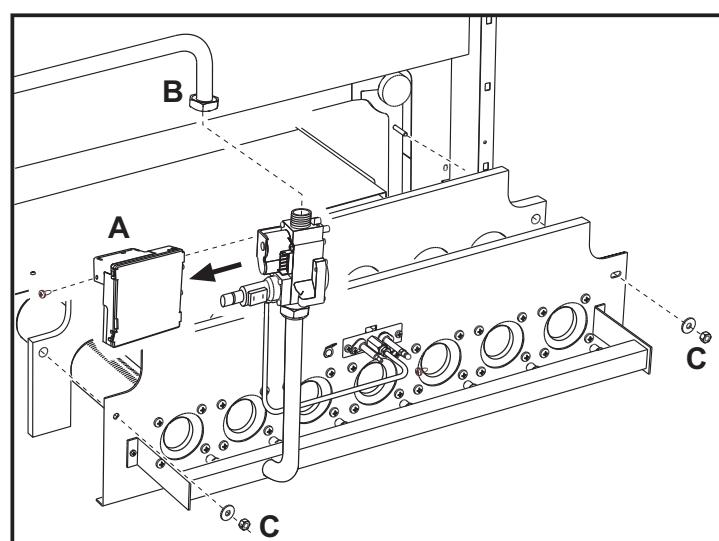
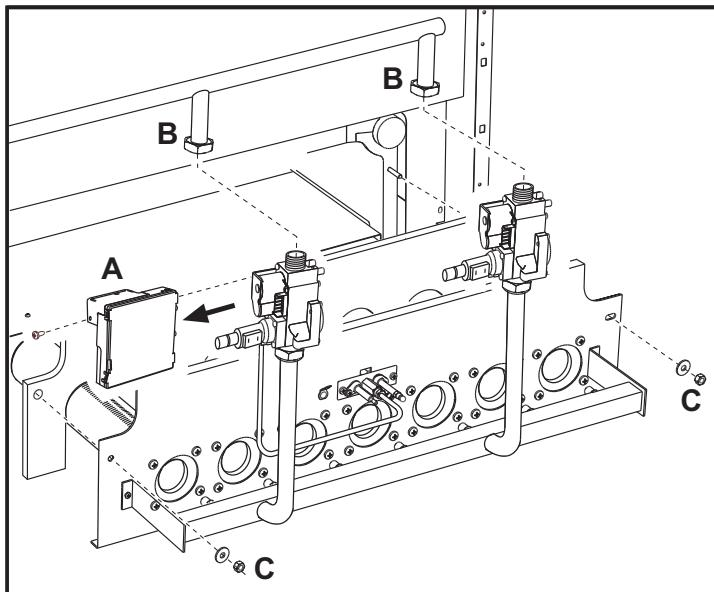

рис. 7 - Модели PEGASUS - 67 2S, 77 2S и 87 2S
рис. 8 - Модели PEGASUS - 97 2S и 107 2S
- Демонтируйте электронный контроллер пламенем "A" с газового клапана (рис. 7).
- В моделях 97 2S и 107 2S с 2 газовыми клапанами необходимо также развинтить 2 винта, крепящих 2 электрических разъёма, которые питают второй клапан, и снять последний (рис. 8).
- Отвинтите гайку "B" крепления трубы подвода газа на входе в газовый клапан (рис. 7). В моделях 97 2S и 107 2S развинтите две гайки (рис. 8).